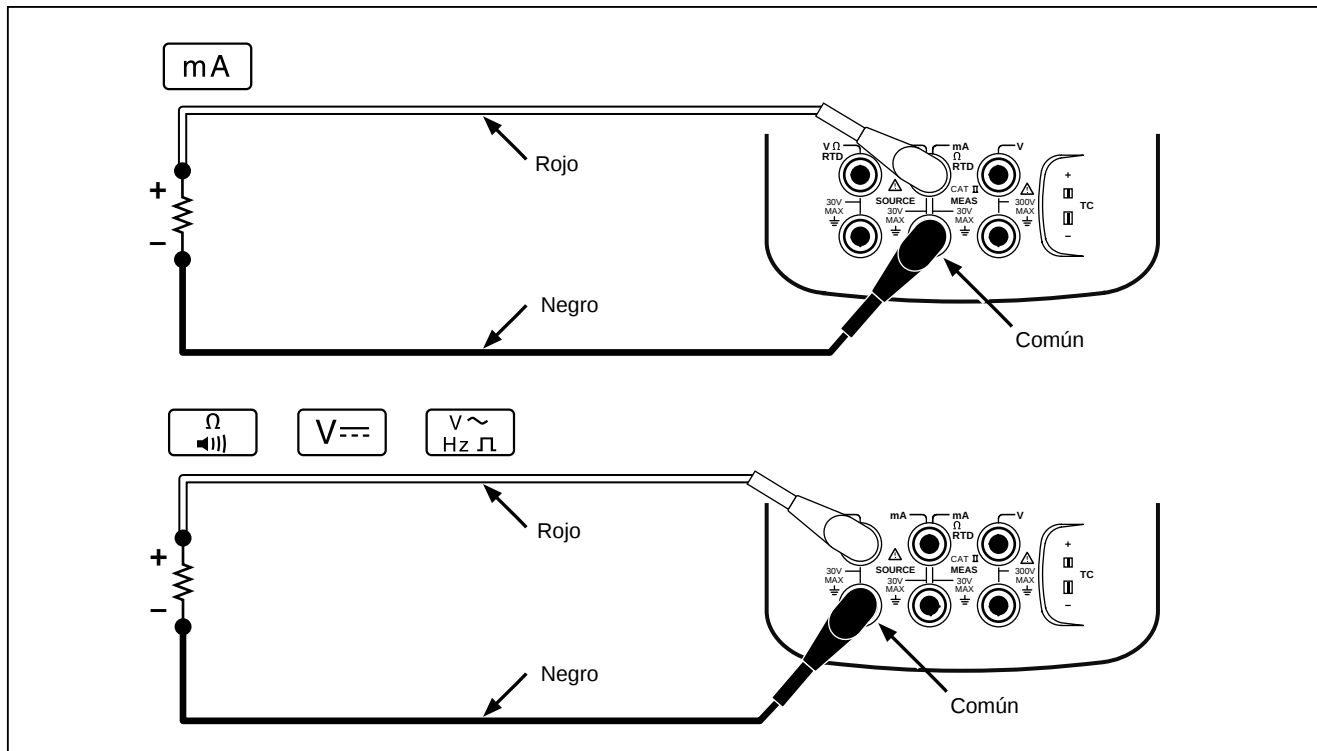

Figura 16. Conexiones para fuentes eléctricas
1. Conecte los conductores de prueba tal como se muestra en la Figura 16, dependiendo de la función de fuente.